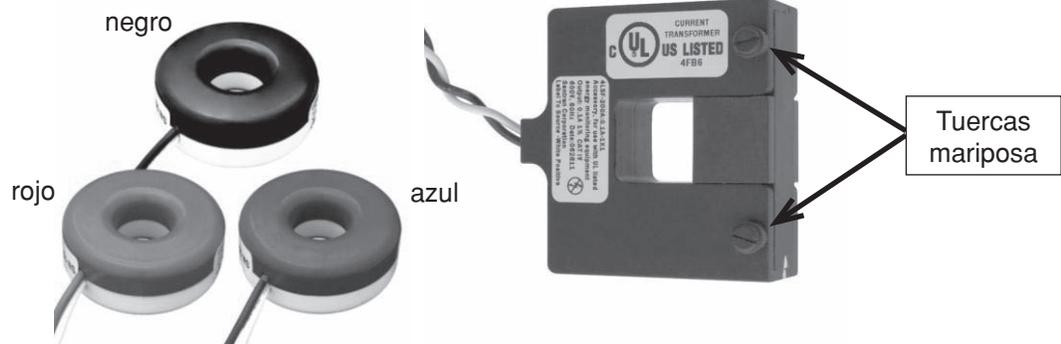

Figura 6: TC de núcleo sólido y núcleo dividido de Leviton
- TC de núcleo sólido de Leviton (Figura 6, fotografía izquierda): De acuerdo con la etiqueta del TC, el lado de la LÍNEA del TC debe quedar frente a la Línea entrante. El cable blanco se conecta a la terminal X2 apropiada. El cable negro o de colores se conecta a la terminal X1 apropiada.
- TC de núcleo dividido de Leviton (Figura 6, fotografía derecha): El lado con el punto blanco, etiqueta blanca, o H1, debe quedar frente a la LÍNEA entrante. El cable blanco se conecta a la terminal X2, el cable negro se conecta a la terminal X1.
5. Para TC de Núcleo Dividido: Retire dos tuercas mariposa (Figura 6) y retire la sección del TC. Con la electricidad apagada a los conductores, coloque la sección de tres lados del TC alrededor del conductor adecuado, asegurándose de que la etiqueta blanca, punto blanco ó H1 quede frente al lado de la Línea (fuente). Vuelva a ensamblar el TC asegurándose de que las marcas transversales blancas se alineen (Figura 5) y reinstale las tuercas mariposa. Repita para los conductores restantes para las aplicaciones de dos o tres fases, tal como se muestra en las Figuras 8 y 9.